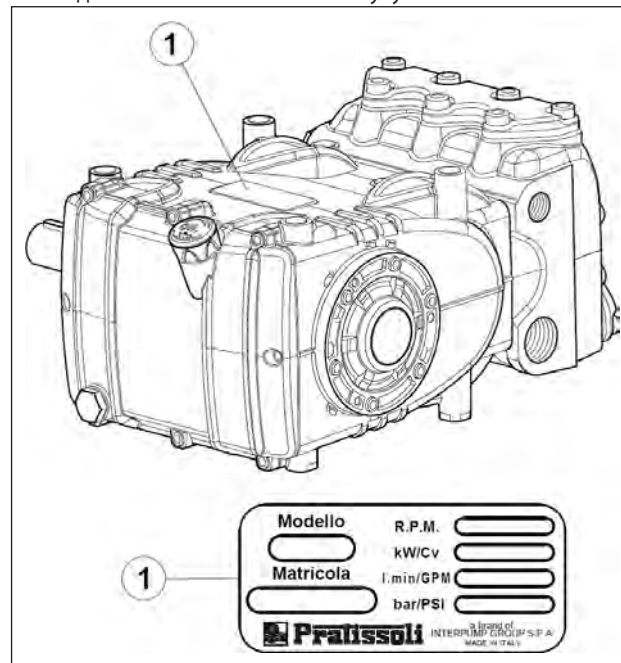

Рис. 1
На каждом насосе есть паспортная табличка, см. поз. ① на Рис. 1, на которой указаны: